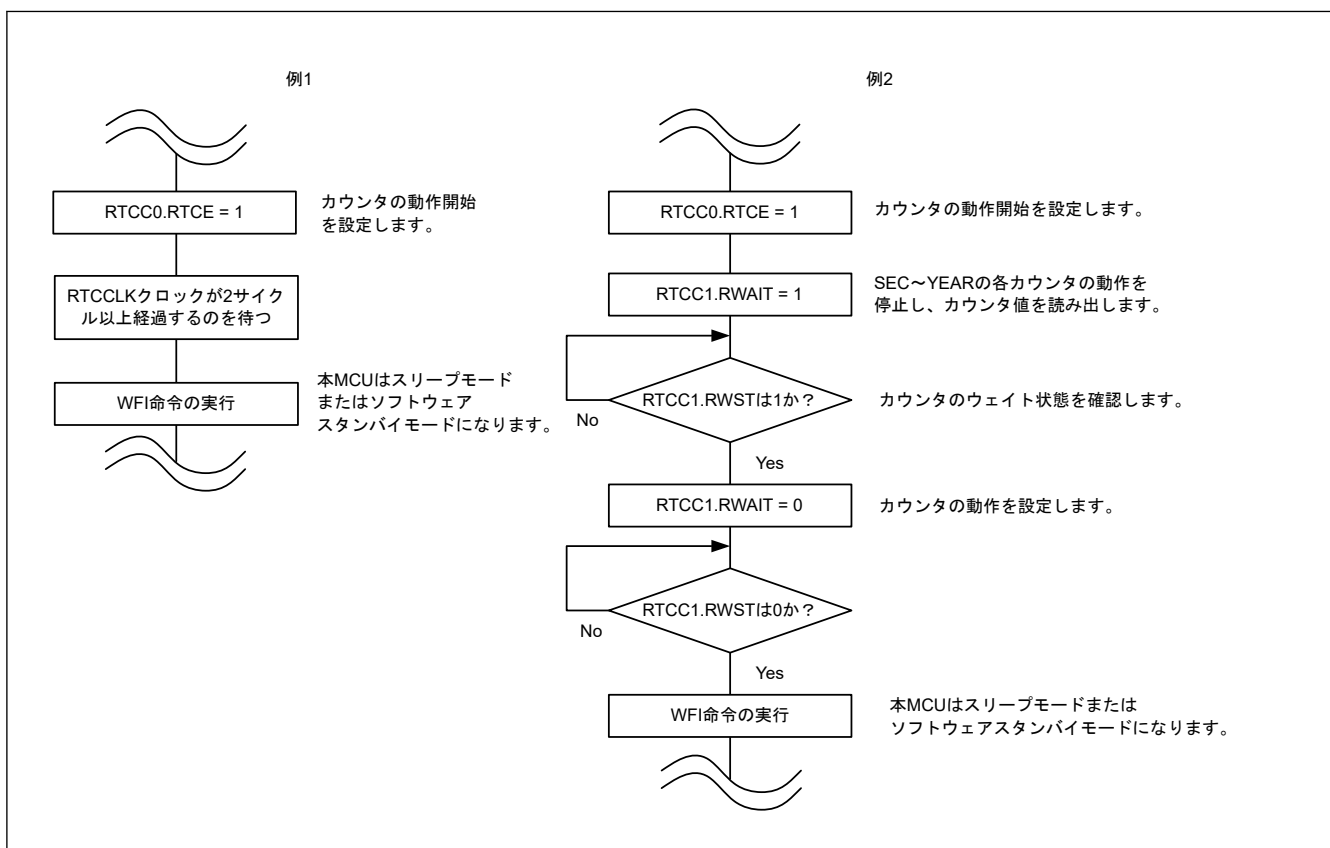

図 20.3 RTCC0.RTCE ビットを 1 にした後にスリープモードまたはソフトウェアスタンバイモードへ遷移する手順
- RTCC0.RTCE ビットを 1 にした後に、カウント用クロック (RTCCLK) が 2 サイクル以上経過してからスリープモードまたはソフトウェアスタンバイモードへ遷移する (図 20.3 の「例 1」を参照)。
- RTCC0.RTCE を 1 にしてから RTCC1.RWAIT ビットを 1 にし、その後 RTCC1.RWST ビットのポーリングを行って 1 になったかどうかを確認する。RTCC1.RWAIT を 0 にし、RTCC1.RWST ビットのポーリングを行って 0 になったかどうかを確認した後で、スリープモードまたはソフトウェアスタンバイモードへ遷移する (図 20.3 の「例 2」を参照)。